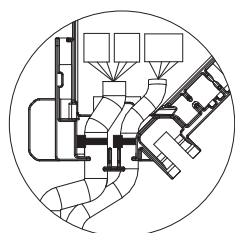

Fig. 5-16
- Se till att buntbandet som håller i-See-sensorn och signalmottagarens anslutningskablar är placerat inuti anslutningsboxen. (Fig. 5-16)